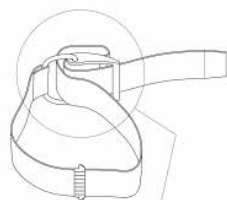

рис. 2-4
1. Поворачивайте пряжку до тех пор, пока она не встанет в открытое положение. Протяните ремню вокруг пластиковой пряжки как это показано на рисунке (рис. 2-4), намочите ремень перед тем, как зафиксировать его на баллоне и отрегулируйте его длину (рис. 2-7).